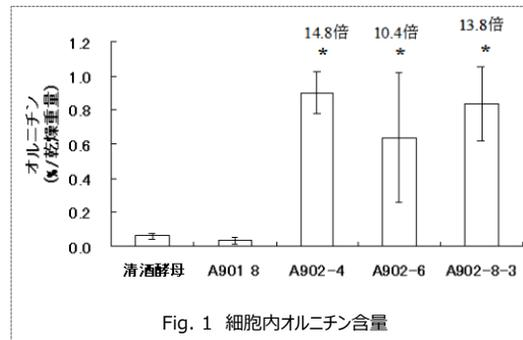

Fig. 1 細胞内オルニチン含量
特徴のある清酒酵母の取得のため育種を行った結果、肝臓の働きを促進する機能性アミノ酸「オルニチン」を酵母の細胞内に高生産する清酒酵母を3株 (A902-4, A902-6, A902-8-3) 分離することに成功した (Fig.1)。最も多くオルニチンを生産したA902-4株を用いて、清酒小仕込み試験を行ったところ、親株よりも清酒及び酒粕中にオルニチンが4倍以上高含有していた。そのA902-4株の遺伝子解析を行った結果、*N*-アセチルグルタミン酸をリン酸化する酵素NAGK (*N*-acetyl glutamate kinase) をコードする *ARG5,6* 遺伝子に変異 (*ARG5,6*^{T340I}) を見出し、遺伝子産物であるNAGKの340番目のスレオニン (T) がイソロイシン (I) に置換されていた。